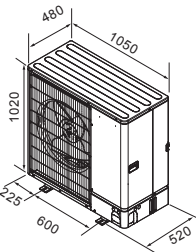

Fig. 2-3
2.3. Vonkajšie rozmery (Exteriérová jednotka) (Fig. 2-3)